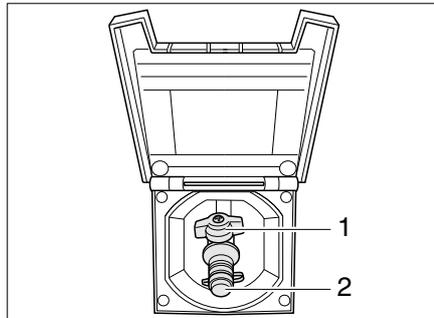

Bild 159 Externer Gasanschluss, Gasabsperrentil geschlossen
Der externe Gasanschluss (Bild 159) befindet sich je nach Modell am Heck oder auf der linken bzw. rechten Fahrzeugseite.
- Externes Gasgerät an der Anschluss-Stelle (Bild 159,2) anschließen.
- Das Gasabsperrentil (Bild 159,1) öffnen.